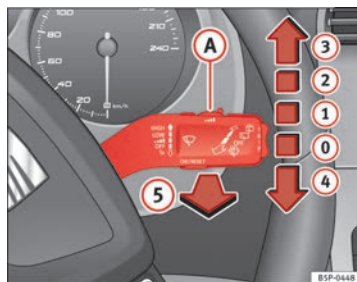

Fig. 84 Palanca del limpia-lavacristales
La palanca del limpiacristales ⇒ fig. 84 tiene las siguientes posiciones:
- Si se detiene el vehículo estando el limpiaparabrisas funcionando en la posición ⇒ fig. 84  o en la posición , automáticamente comenzará a funcionar en una posición inferior. Si el vehículo reinicia la marcha, el limpiaparabrisas seguirá funcionando en la posición seleccionada originalmente.